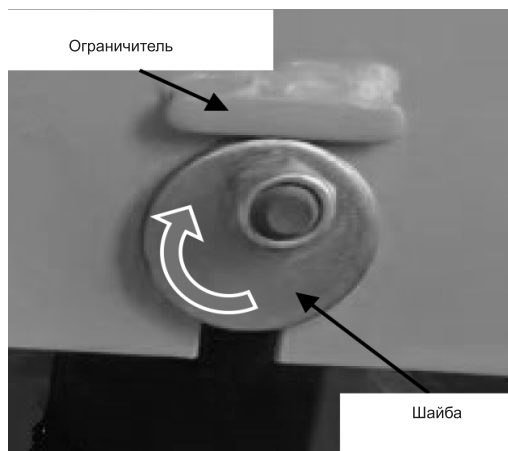

Рис. 27
- Перед затяжкой болтов, поверните эксцентриковые шайбы так, чтобы они вплотную прижались к ограничителю выступу, предотвратив тем самым постепенное опускание рамы от воздействия вибрации (Рис. 27).